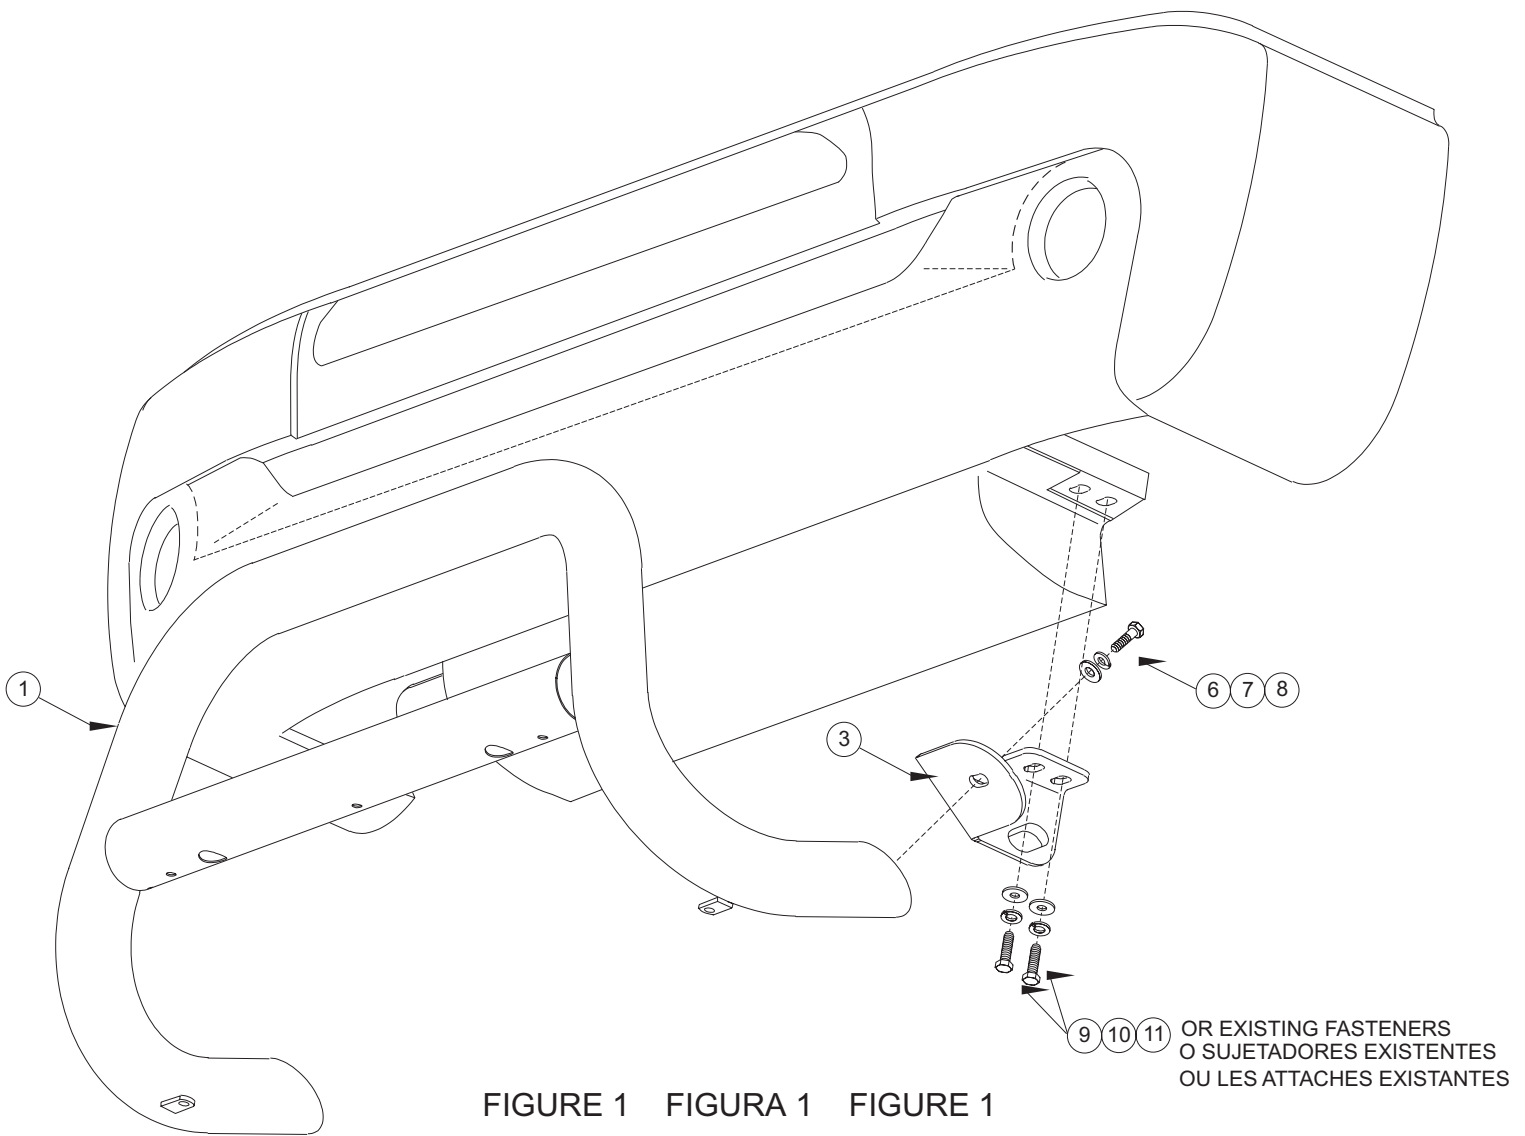

FIGURE 1 FIGURA 1 FIGURE 1
- STEP 3. Determine passenger and driver brackets. **SEE FIGURE 1.** Remove and discard tie down loop and tow hook. Save shorter 12mm fasteners. Attach brackets using shorter existing fasteners and supplied 12mm bolts as shown. Leave loose.
- ETAPE 3. Etablissez les supports côté conducteur et côté passager. **VOIR FIGURE 1.** Retirez et rebutez le cerceau de retenue et le crochet de dépannage (conservez les courtes attaches 12mm). Montez les supports à l'aide des courtes attaches existantes et les boulons 12mm fournis, tel qu'illustré. Ne pas serrer.
REPOSE DES PHARES: Insérez le goujon de la base du phare dans le trou du tube transversal. À l'aide du cliquet avec la rallonge et la douille de la dimension de l'écrou fourni, insérez dans l'espacement au bas du tube transversal. Filetez l'écrou et les bagues sur le goujon et serrez. **VOIR FIGURE 1. NOTA :** Une douille courte plutôt que profonde fontionne mieux pour faire commencer l'écrou.